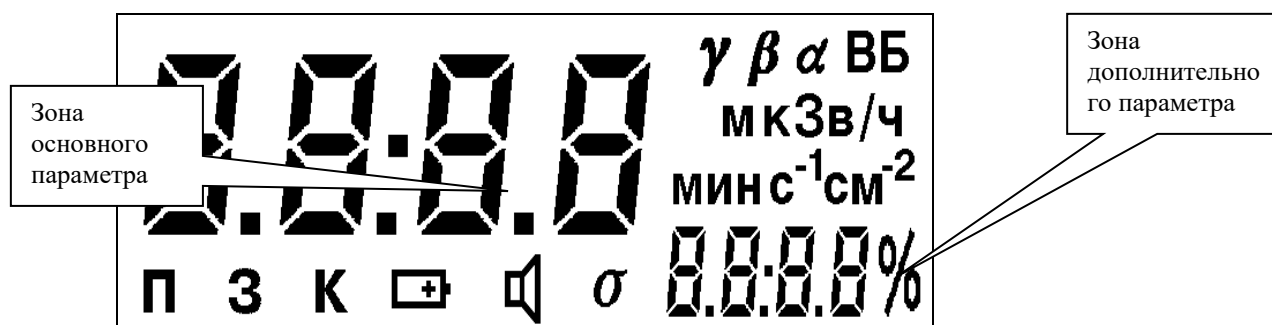

Рис. 1.4.10. Набор символов, отображаемых на ЖКИ.
1.4.4.2. На лицевой панели пульта расположен специализированный ЖКИ (рис. 1.4.10).